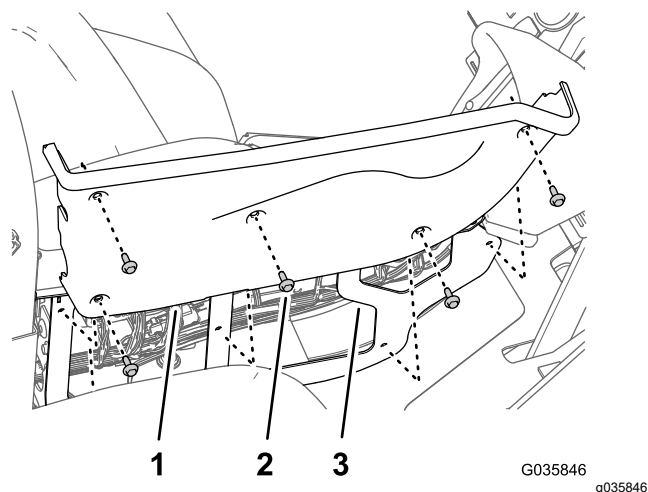

Figure 39
1. Retirez les 5 boulons à embase ($\frac{1}{4}$ " x $\frac{3}{4}$ ") qui fixent le couvercle droit à la console centrale (Figure 39).
2. Retirez les interrupteurs à bascule des commandes de levage de rampe gauche et droite du panneau de la console centrale (Figure 39).
6. Alignez les trous dans le couvercle droit sur le cadre de la console centrale (Figure 39).
7. Fixez le couvercle latéral de la console centrale (Figure 39) à l'aide des 5 boulons à embase (1/4" x 3/4") que vous avez retirés à l'opération 1.